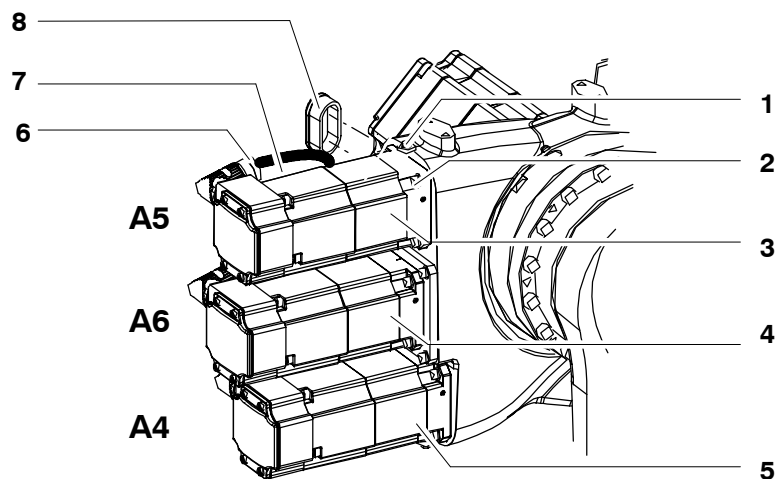

Fig. 124 Montage et démontage des entraînements d'axe du poignet
- (1) Enlever le couvercle (Fig. 124/8).
- (2) Desserrer et retirer les connecteurs XP5 (6) et XM5 (7).
- (3) Dévisser la vis de réglage (1).
- (1) Le cas échéant, procéder à la déconservation de la nouvelle unité d'entraînement A4, A5.
- (2) Enlever le bouchon (Fig. 124/8).
- (4) Monter quatre vis à six pans creux M5x16 (Fig. 124/2) sans oublier les rondelles-freins pour les serrer ensuite jusqu'à ce que l'unité d'entraînement puisse être poussée sans jeu.
- (5) Régler la tension de courroie (voir paragraphe 11.2).
- (6) Connecter les connecteurs XM5 (Fig. 124/7) et XP5 (6).
- (7) Monter le couvercle (8).
- (8) Procéder au réglage du point zéro (voir manuel logiciel KR C4, chapitre "Mise en service", paragraphe "Calibrage/Décalibrage du robot").